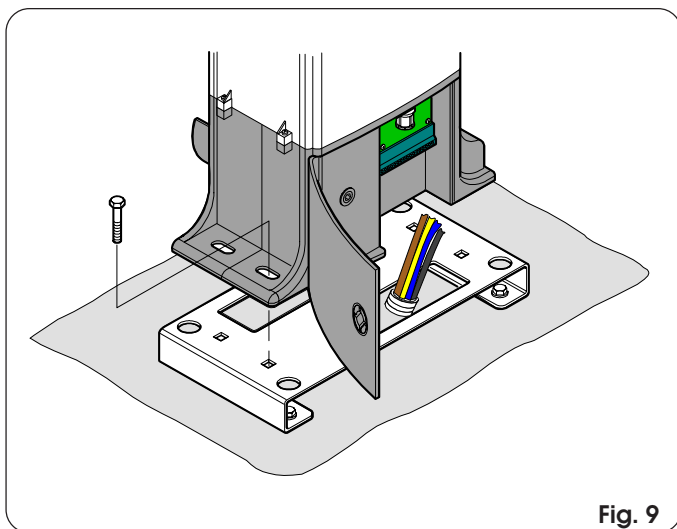

Fig. 9
- Positionner l'opérateur sur la plaque en utilisant les vis fournies, d'après la Fig. 9.